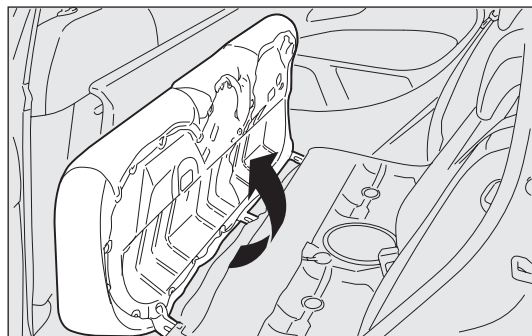

fig. 76
- renverser les coussins en avant dans le sens indiqué par la flèche fig. 76 ;